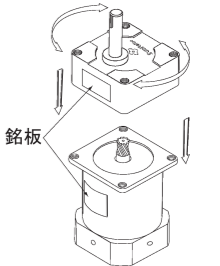

図 2
- モータとギヤヘッドの組み付けは、(図 2) のように組合せ面を合わせ、ギヤヘッドを少しずつ回しながら行って下さい。組み付けの際に、モータシャフトに無理に力を加えたり、ギヤヘッド内部に当てたりすると、ギヤ損傷により異常音が発生し、寿命が低下しますので、ご注意ください。